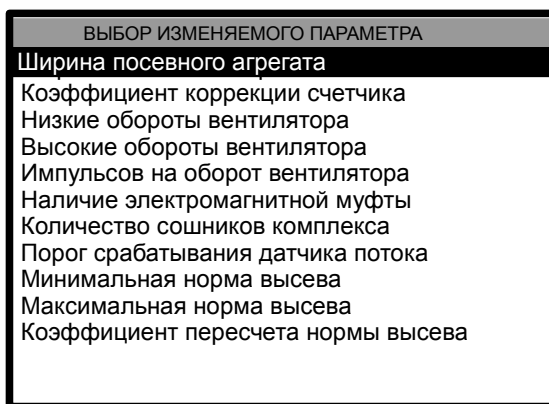

Рисунок 4.11. Меню параметров
1. Нажать клавишу , откроется меню параметров (рис. 4.11), выполненное в виде списка.